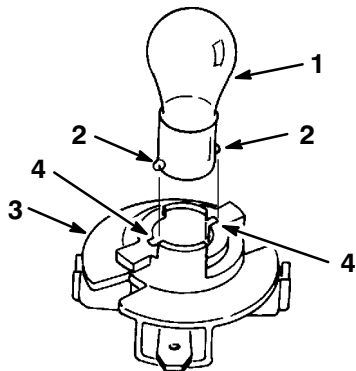

Bild 35
4. Drücken Sie die Birne herein, drehen Sie entgegen dem Uhrzeigersinn bis zum Anschlag (ca. 1/4 Umdrehung) und nehmen sie aus der Birnenfassung heraus (Bild 35).
1. Die Glühbirne hat Metallstifte an der Seite ihres Unterteils. Fluchten Sie die Stifte auf die Schlitzlöcher in der Birnenfassung aus und setzen das Unterteil in die Fassung (Bild 35). Drücken Sie die Birne hinein und drehen sie im Uhrzeigersinn bis zum Anschlag.